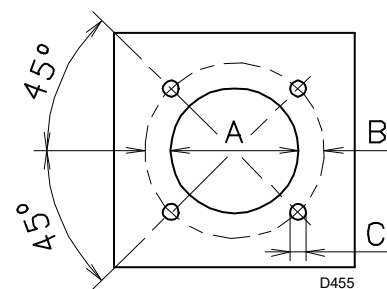

Abb. 11
Die Verschlussplatte der Brennkammer, wie in Abb. 11 durchbohren.
- Den gesamten Brenner in das vorher vorbereitete Bohrloch des Heizkessels einpassen, wie in Abb. 11 der Seite 15 dargestellt, und mit den beige packten Schrauben befestigen.